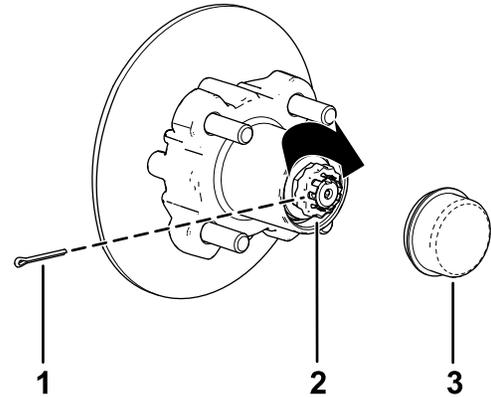

Figure 40
- Placez l'arrêt d'écrou sur l'écrou et vérifiez que la fente dans l'arrêt et le trou dans la fusée sont alignés afin de pouvoir insérer la goupille fendue (Figure 40).
- Insérez la goupille fendue et repliez chacune de ses pattes autour de l'arrêt d'écrou (Figure 40).
- Reposez le couvere-moyeu sur le moyeu (Figure 40).